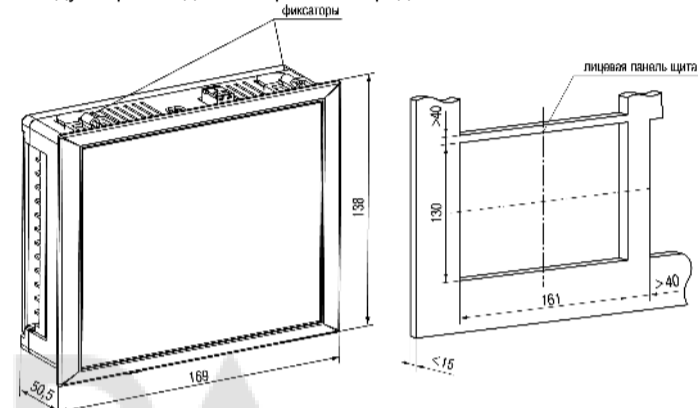

Рисунок 5 - Габаритные размеры корпуса Щ7
1. Подготовить на щите управления монтажный вырез для установки прибора (см. рисунок 5).